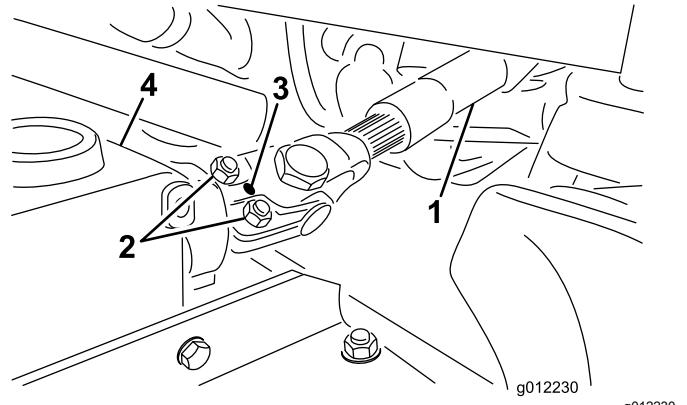

Bild 6
- A. Nehmen Sie den Rollstift aus dem Endjoch und der Getriebewelle (Bild 6).
- B. Lösen Sie die zwei Kopfschrauben und Sicherungsmuttern (Bild 6).
- C. Befestigen Sie das Endjoch der Zapfwellen-Antriebswelle mit dem Rollstift an der Getriebewelle (Bild 6).
- D. Ziehen Sie die Sicherungsmuttern an, um das Endjoch an der Getriebewelle zu befestigen (Bild 6). Ziehen Sie die Sicherungsmuttern bis auf 20-25 Nm an.